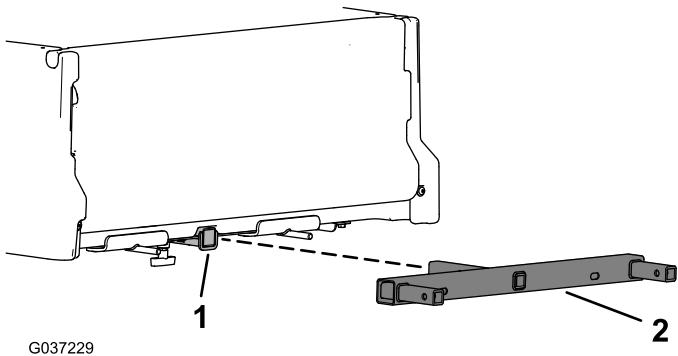

Bild 6
- Führen Sie den Montagerahmen in das Aufnahmehohr der Maschine ein (Bild 6).
Wichtig: Stellen Sie sicher, dass die Slitze der Stützhalterungen ausgefluchtet sind, wie in Bild 6 dargestellt.